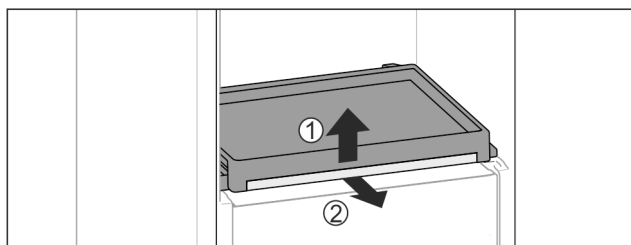

Fig. 31
- ▶ Vyjměte vysouvací přihrádku se skleněnou deskou: Skleněnou desku vpředu lehce nadzvedněte Fig. 31 (1) a vytáhněte dopředu Fig. 31 (2).